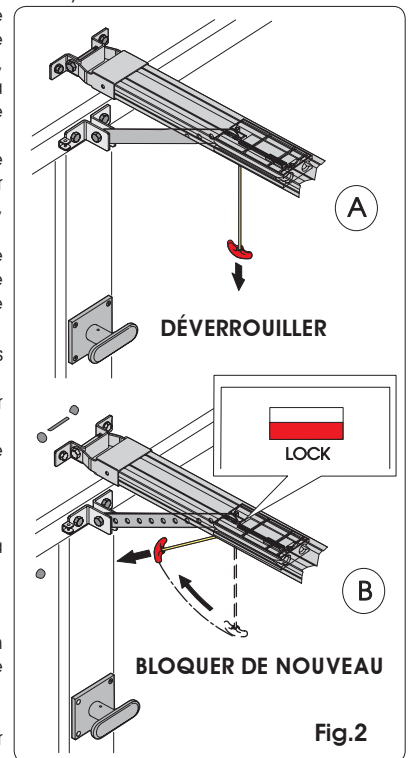

Fig. 2
- Déverrouiller l'opérateur en tirant la poignée de déverrouillage vers le bas (Fig. 2 réf. A).
- Bloquer de nouveau l'automatisme en tirant la poignée horizontalement (Fig. 2 réf. B) et s'assurer qu'à l'arrêt, la fenêtre "LOCK" sous le chariot est de couleur rouge, confirmant le réarmement correct.